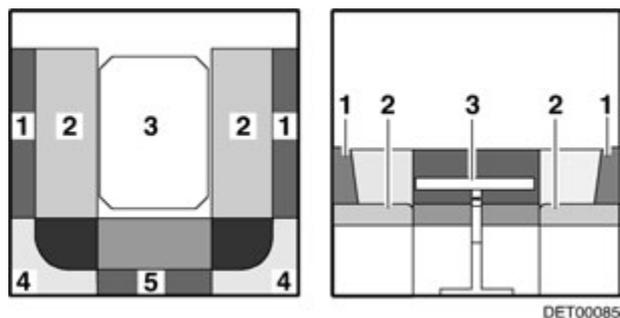

Fig. 90 Avant la transformation
- Convertir la table (Fig. 90,3) en sommier de lit (voir paragraphe 7.7).